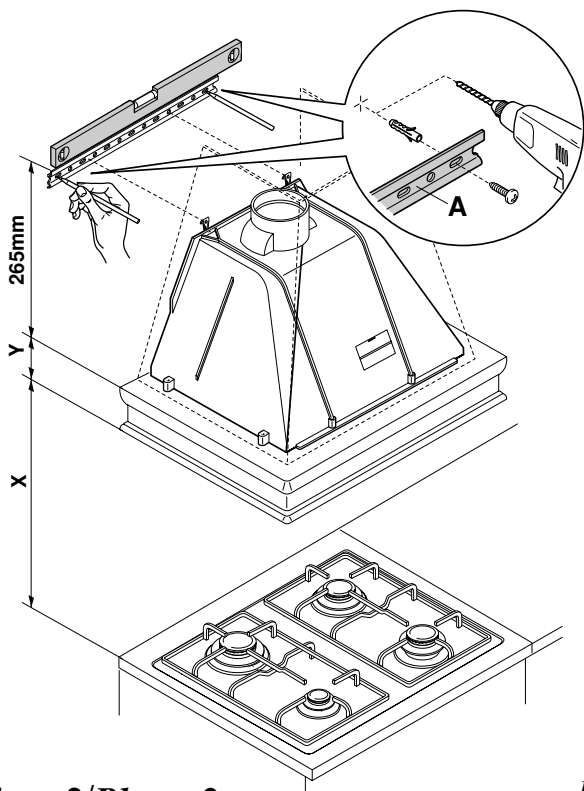

Fig. 1
- Appoggiare alla parete la barra di sostegno (A-Fig. 1), ad un'altezza dal piano cottura determinata dalla somma delle quote X+Y+265mm.
- Rest the support batten (A-Fig. 1) against the wall at a height above the hob determined by the sum of the values X+Y+265mm.